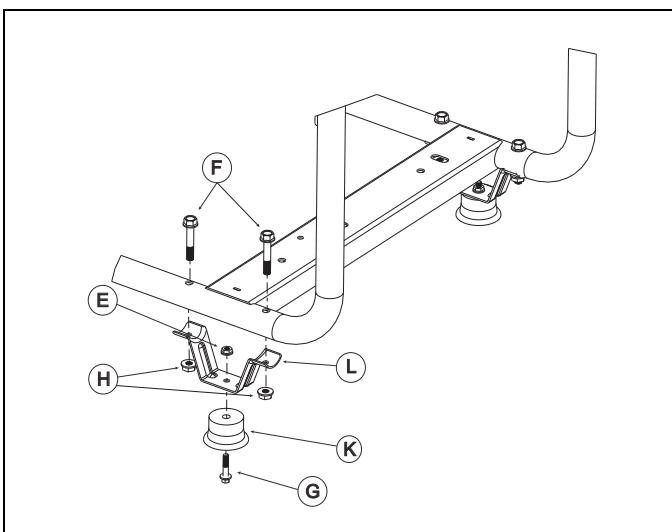

Figure 2-2. Assemblages du pied du cadre
1. Installez les assemblages du pied du cadre comme indiqué (Figure 2-2).
- Faites glisser les boulons à tête hexagonale M8 (F) dans les trous du longeron du châssis.
- Faites glisser le pied du cadre (L) sur les boulons à tête hexagonale. Ensuite, installez les écrous de blocage hexagonaux à embase (H). Serrez-les fermement à l'aide d'un cliquet, d'une douille de 12 mm et d'une clé de 12 mm.
- Faites glisser le boulon à tête hexagonale M6 (G) à travers le pied en caoutchouc (K) et le pied du cadre (L). Ensuite, installez l'écrou hexagonal à embase M6 (E). Serrez-le fermement à l'aide d'une clé de 10 mm et d'une douille.